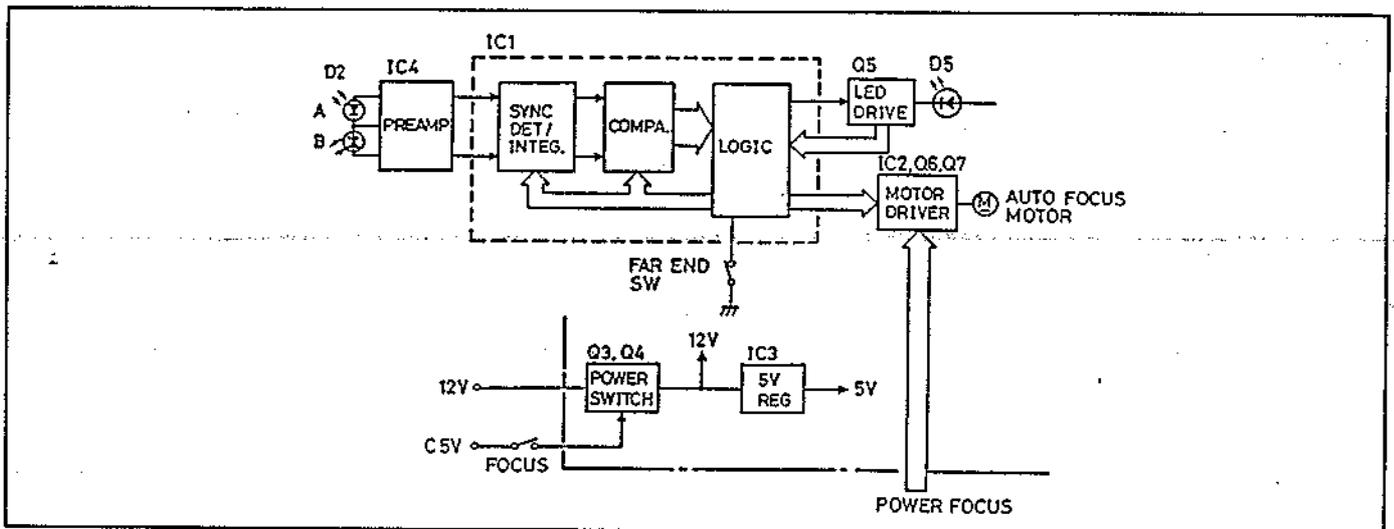

Abb. 2-20 Schaltkreiskonfiguration
3. Autofokus-Regelkreis (Abb. 2-20 bis 2-23)
3-2 Schaltkreiskonfiguration (Abb. 2-20)